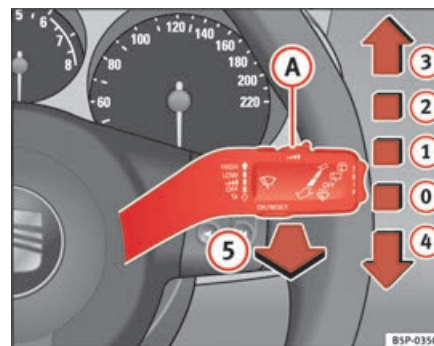

Fig. 86 Alavanca do limpa/lava-vidros
A alavanca do limpa-vidros ⇒ fig. 86 tem as seguintes posições:
- Se o veículo parar com o limpa-vidros ligado no nível ⇒ página 125, fig. 86 ② ou ③, é automaticamente ligado o nível mais baixo seguinte. Se o veículo voltar a arrancar, é de novo activado o nível do limpa-vidros que foi seleccionado